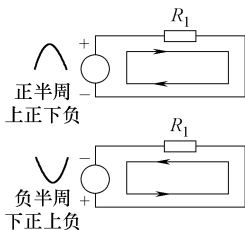

图4-8 交流电流正、负半周电流方向示意图
4) 正负半周电流方向。如图4-8所示是交流电流正、负半周电流方向示意图,可见正、负半周电流方向是相反的。